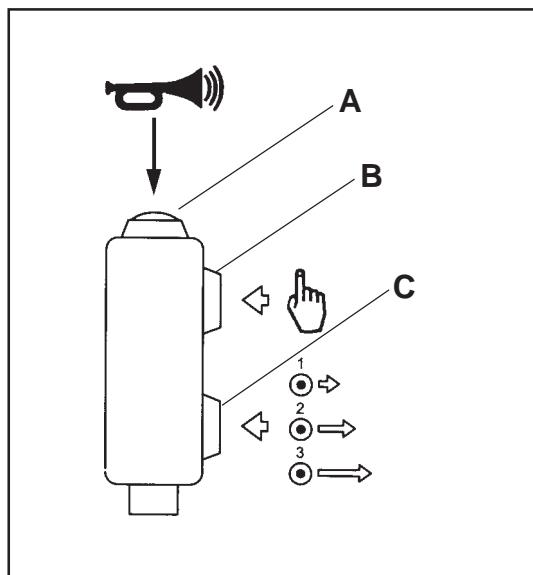

Figure 11
1. **Horn** : The horn is a red button located on the top of the joystick (figure 11, item A). **NOTE: The horn sounds continuously when pressed and intermittent and automatic in reverse.**
2. **One Touch**: The one touch button is a green button located on the upper front of the joystick (figure 11, item B). **NOTE: For more information about the one touch control see below.**
3. **Speed Selector**: The speed selector is a black button located on the lower front of the joystick (figure 11, item C).
1. **Avertisseur sonore :** L'avertisseur sonore est un bouton rouge situé au sommet du joystick (figure 11, élément A). **REMARQUE : L'avertisseur sonore émet un son continu lorsque le bouton correspondant est enfoncé et un son intermittent et automatique en marche arrière.**
3. **Sélecteur de vitesse :** Le sélecteur de vitesse est un bouton noir situé à l'avant et en bas du joystick (figure 11, élément C).